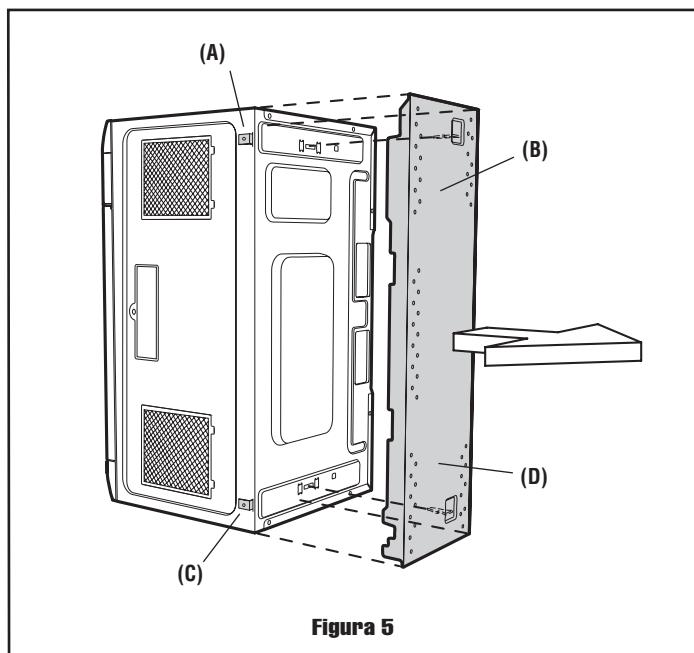

Figura 5
1. Voltee el horno de costado. Vea la Figura 5.
2. Siga los pasos (A)-(D) para retirar la placa de montaje de la parte posterior del horno como se muestra en la Figura 5.
- (B) Cuando la palanquilla esté afuera, retire ese lado de la placa de montaje del horno. Vea la Figura 5.
- (C) Repita el paso (A) en el otro lado.
- (D) Repita el paso (B) en el otro lado.